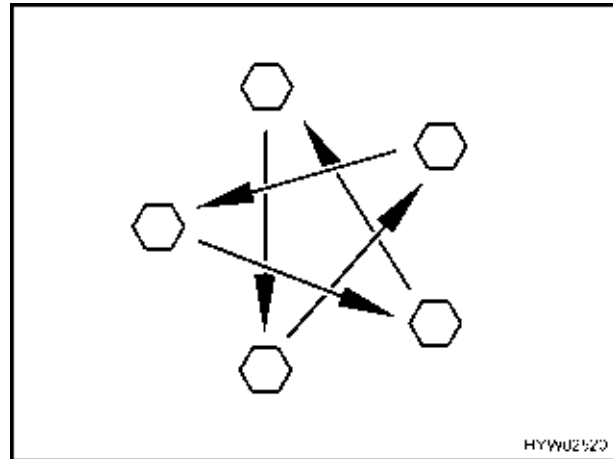

Bild 156 Radmuttern oder Radschrauben über Kreuz anziehen
- Radmuttern oder Radschrauben regelmäßig auf festen Sitz prüfen. Radmuttern oder Radschrauben eines ausgewechselten Rades nach 50 km über Kreuz nachziehen (Bild 156). Anziehdrehmoment siehe Abschnitt Anziehdrehmoment.
- ▶ Radmuttern oder Radschrauben über Kreuz anziehen (Bild 156). Anziehdrehmoment siehe Abschnitt Anziehdrehmoment.